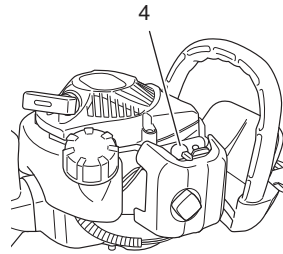

Fig. 4
* Presione varias veces el cebador (4), de manera que el combustible fluya a través del cebador o de la tubería de retorno. (Fig. 4)